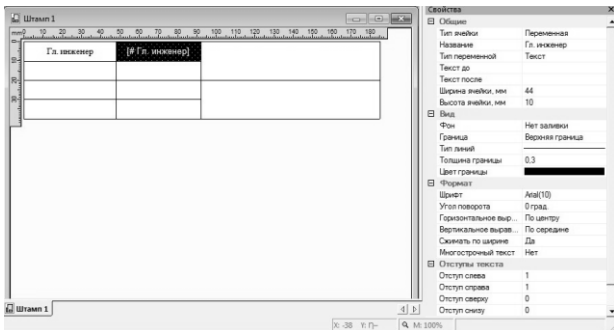

Рис. 31 Заполнение шаблона
5. Выделите ячейку справа от введенного текста **Гл. инженер**, **Тип ячейки** поставьте **Переменная**. В графе **Название** введите **Гл. инженер**, **Тип переменной** - **Текст** (рис. 31).